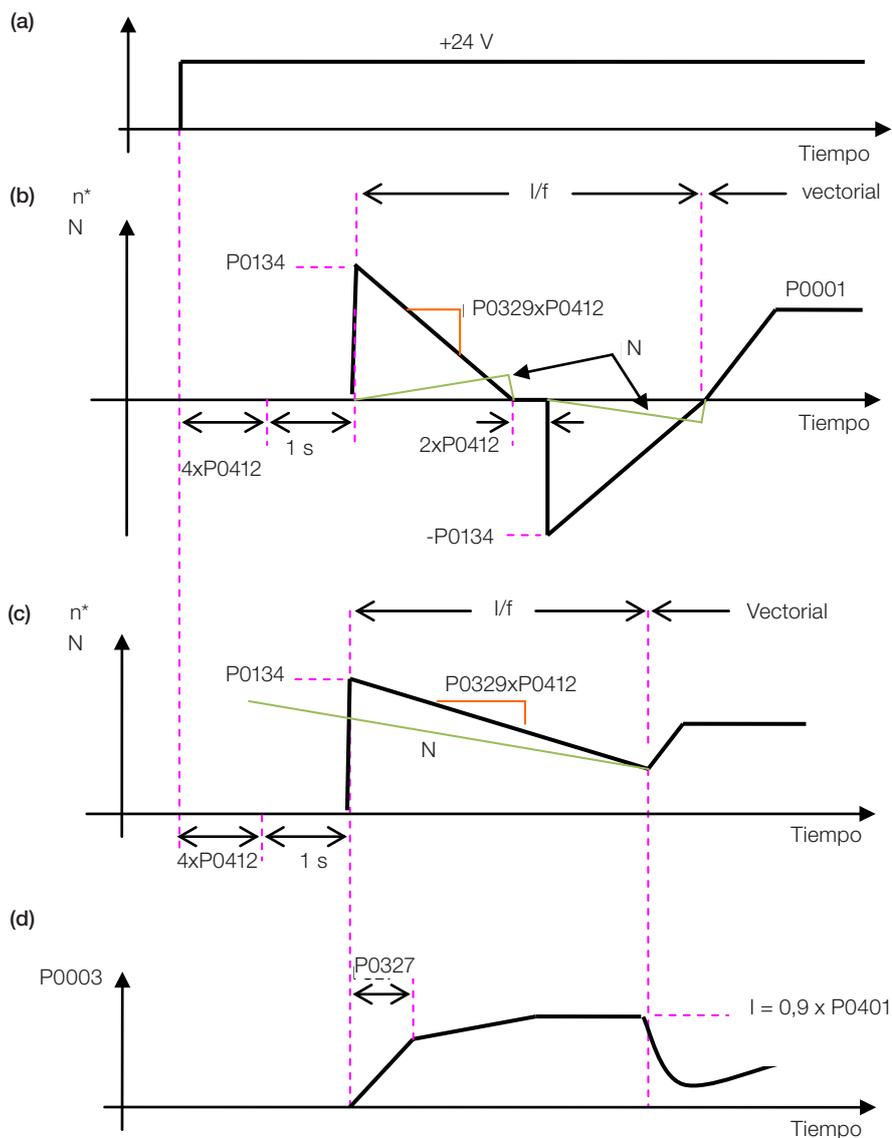

Figura 13.3: (a) a (d) - Influencia de P0327 y P0329 durante el Flying Start (P0202 = 4)
El comportamiento de la Función Flying Start (FS) en el modo sensorless durante la aceleración y la reaceleración puede ser comprendido a partir de la Figura 13.3 en la página 13-8.
En la Figura 13.3 en la página 13-8 es presentado el comportamiento de la referencia de velocidad cuando la función FS es iniciada con eje del motor parado y P0329 pequeño (no optimizado).
En la Figura 13.3 en la página 13-8 presenta a referência de velocidade quando a Função FS é iniciada com o eixo do motor girando no sentido desejado ou com o eixo parado e P0329 já otimizado.